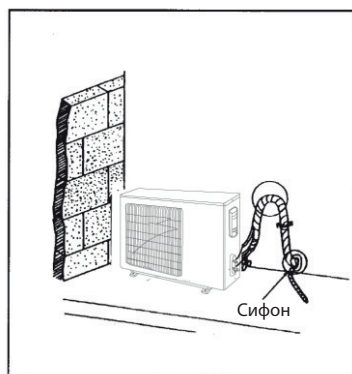

Рис. 16
2. Все трубы необходимо связать и обернуть лентой. Для предотвращения течения воды обратно в помещение в дренажной трубе следует установить сифон (см. рис. 16)